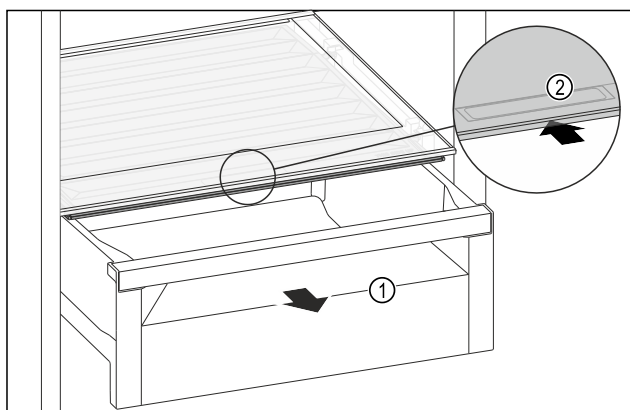

Fig. 160
- Schubfach Fig. 160 (1) herausziehen.
- Griffmulde Fig. 160 (2) am Fachdeckel anfassen und Fachdeckel gleichzeitig nach hinten schieben.